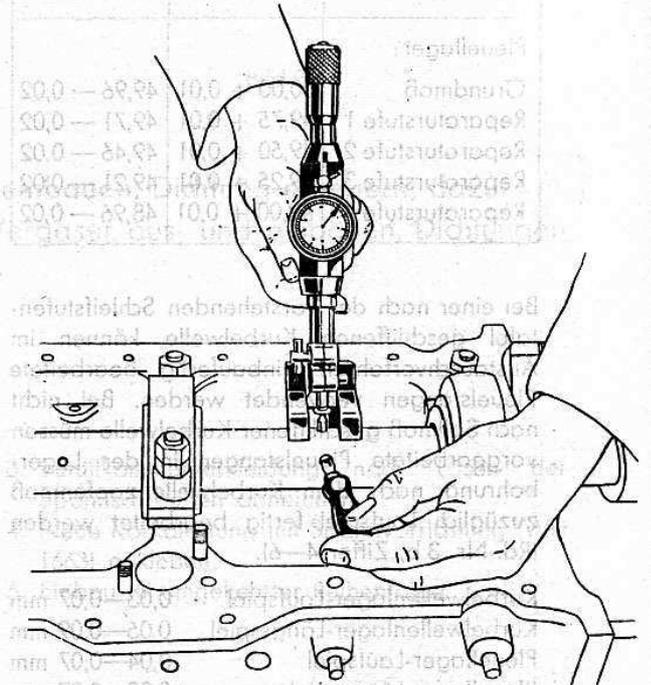
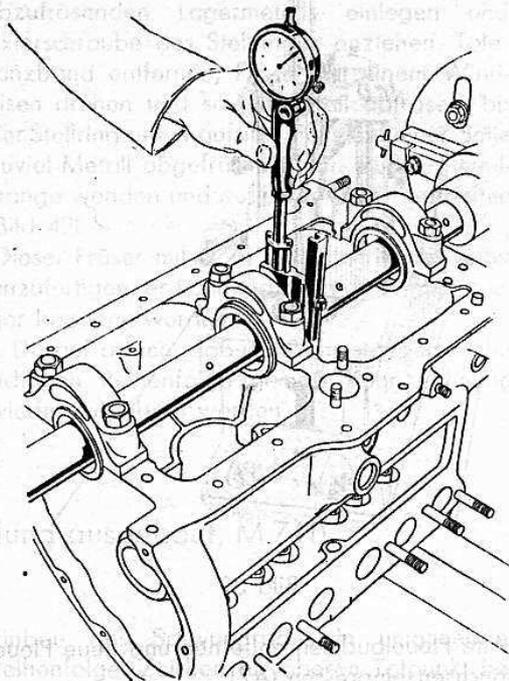

Bild 36
Bild 37
7. Sämtliche Lager fertig bohren. (Bohrstuhl mittels magnetischer Meßuhr auf das Maß des Kurbelwellenzapfens zuzüglich vorgeschriebenem Laufspiel 0,03—0,07 mm einstellen, Bild 36). Mit Matra-Hauptlagermeßuhr die Lagerbohrungen nachmessen, ohne die Bohrwelle herauszunehmen (Bild 37).